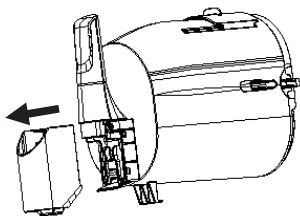
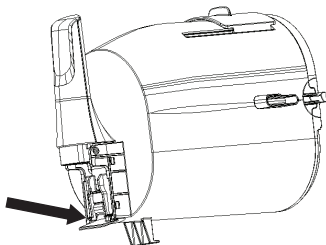
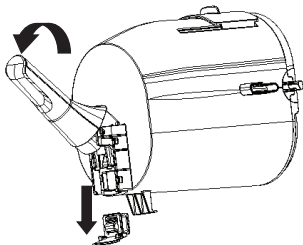

Abbildung 6-2
Abbildung 6-3
Abbildung 6-4
- d. Reinigung der Ausgangsöffnung: Entfernen Sie die Abdeckung der Ausgangsöffnung (Abbildung 6-2), drücken Sie die Befestigungsposition der Ausgangsöffnung und halten Sie sie gedrückt (Abbildung 6-3), öffnen Sie dann den Behältergriff und demontieren Sie danach das Ausgangsset (Abbildung 6-4). Reinigen Sie es, setzen Sie es in umgekehrter Reihenfolge zusammen und geben Sie es dann zurück.